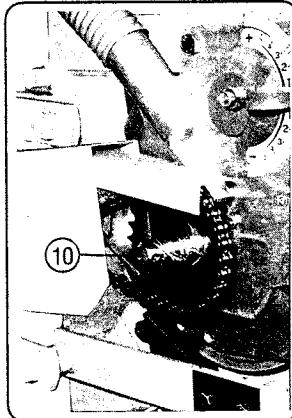

Fig. 15
Le débrayage individuel d'un élément est possible par le clip (10) : placé dans dans le trou extérieur au pignon sur l'axe, il n'assure plus l'entraînement du disque (fig. 15).
The individual disengagement of a metering unit is possible by means of lynch pin (10) positioned on the outside hole of the spindle, assures that the seed disc will no longer be driven (fig. 15).